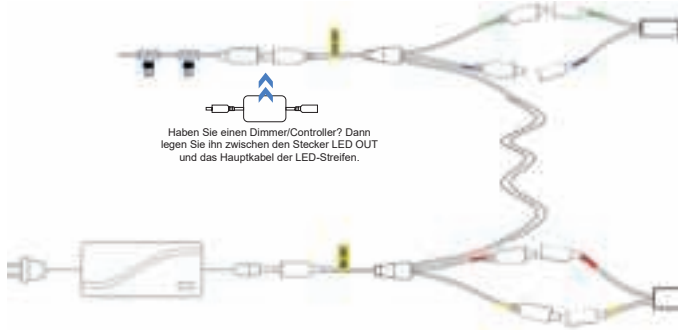

Abb. 5
- Am oberen Ende der Treppe verbinden Sie den 'LED OUT Stecker des Sensorkabels mit dem Hauptkabel der Led Streifen (siehe Abb. 5). Zuletzt schließen Sie den 'AD IN' Stecker an den Adapter an .**